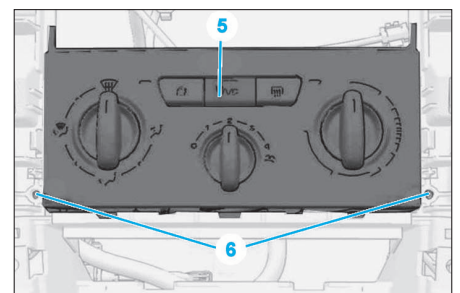

FIG. 7
- Déposer les vis de fixations (6) du panneau de climatisation (5) (Fig.7).